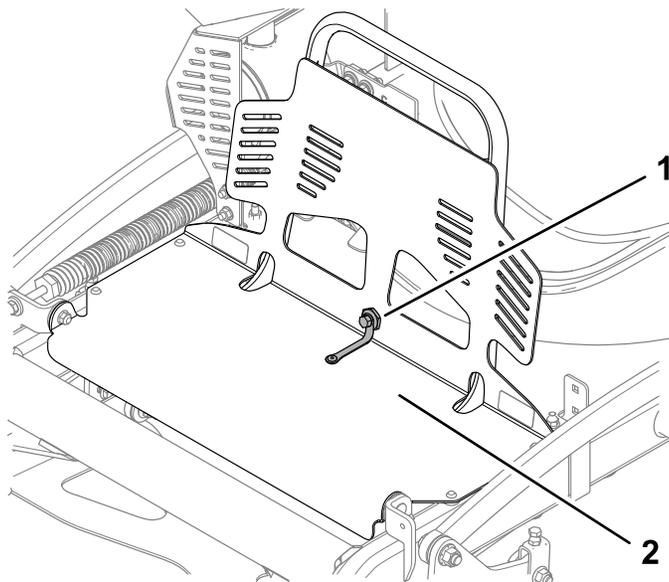

Figura 33
1. Retire el perno y la tuerca de cuello largo que sujetan el protector del motor a la extensión del protector (Figura 33).